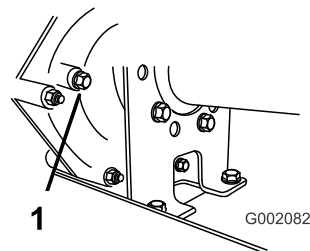

Рисунок 61
2. Выверните болт из отверстия индикации уровня жидкости (Рисунок 61).